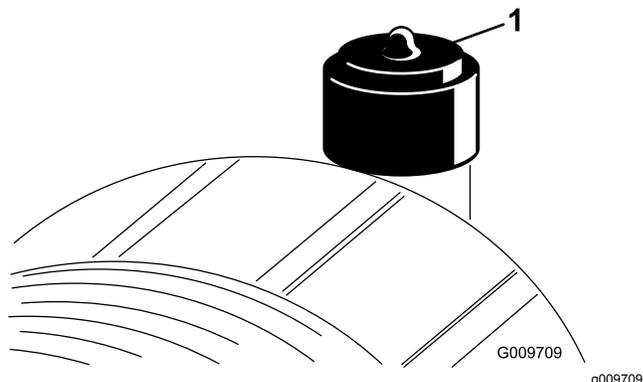

図 27
エアクリーナの整備はインジケータ **図 27** が赤色になってから行ってください。早めに整備を行っても意味がありません。むしろフィルタを外したときにエンジン内部に異物を入れてしまう危険が大きくなります。
6. インジケータ図 27 が赤になっている場合はリセットする。